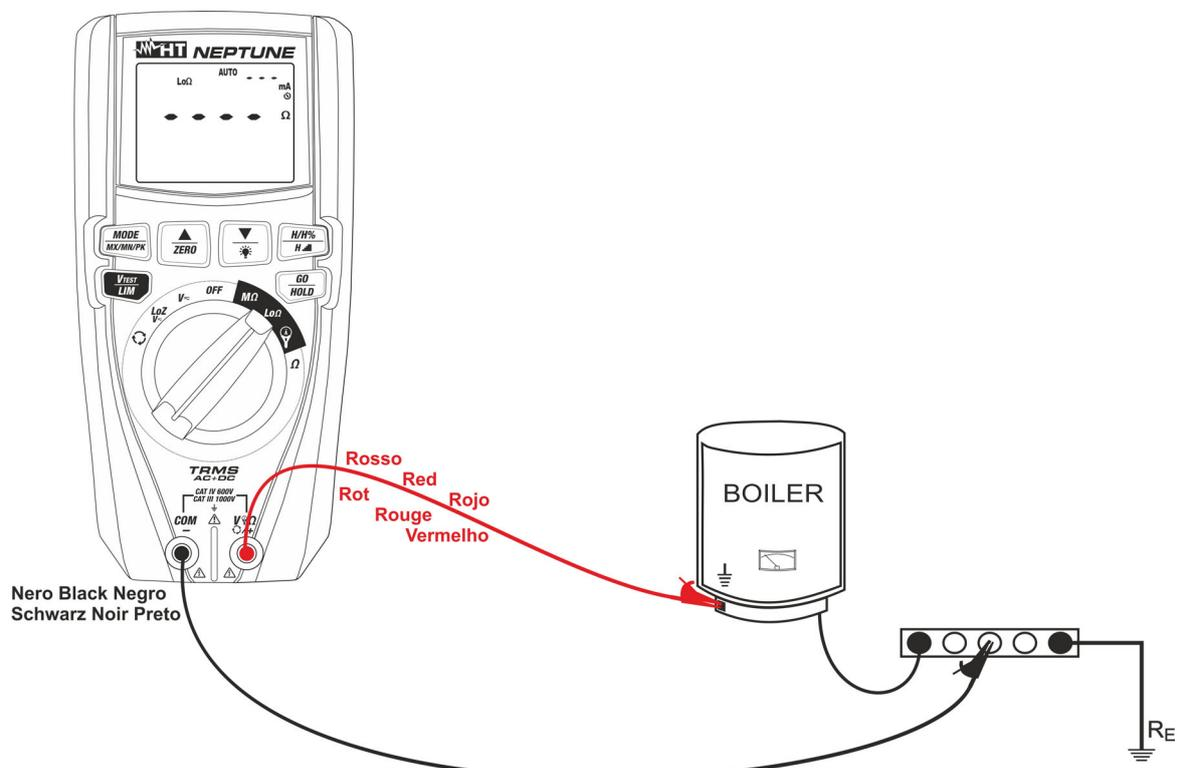

Fig. 25: Utilisation de l'instrument pour mesure de continuité en mode AUTO
7. Introduire le conducteur rouge dans la borne d'entrée **V Ω ⊗/+** et le conducteur noir dans la borne d'entrée **COM/-** et brancher l'instrument à l'installation contrôlée (voir Fig. 25)